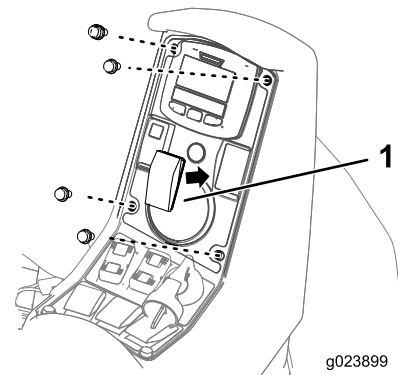

Figura 4
6. Montate l'interruttore attivazione/disattivazione come illustrato in Figura 4.
Interruttore attivazione/disattivazione schiuma : attiva il compressore che genera un flusso di schiuma diretto simultaneamente ad entrambe le sezioni della barra (Figura 4).